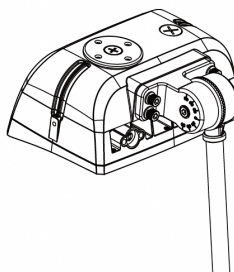

Fig 1.3
4. Desserrer le boulon et ajuster l'angle du support à articulation filetée selon les besoins, puis resserrer pour verrouiller en position (Fig. 1.3).